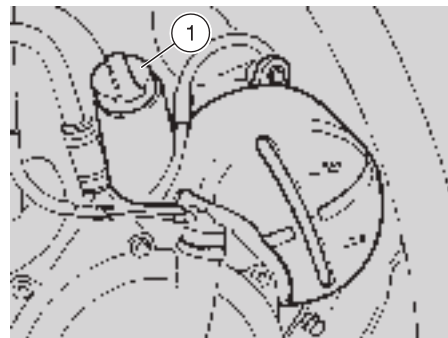

Fig. 16
### CONTROLLO E RABBOCCO (Fig. 16)
- ◆ Accertarsi che il livello del liquido, contenuto nel vaso di espansione, sia compreso tra i riferimenti "MIN" e "MAX" (Fig. 16).
- ◆ In caso contrario, togliere il tappo di riempimento (1).
- ◆ Reinserrire il tappo del vaso di espansione (1).